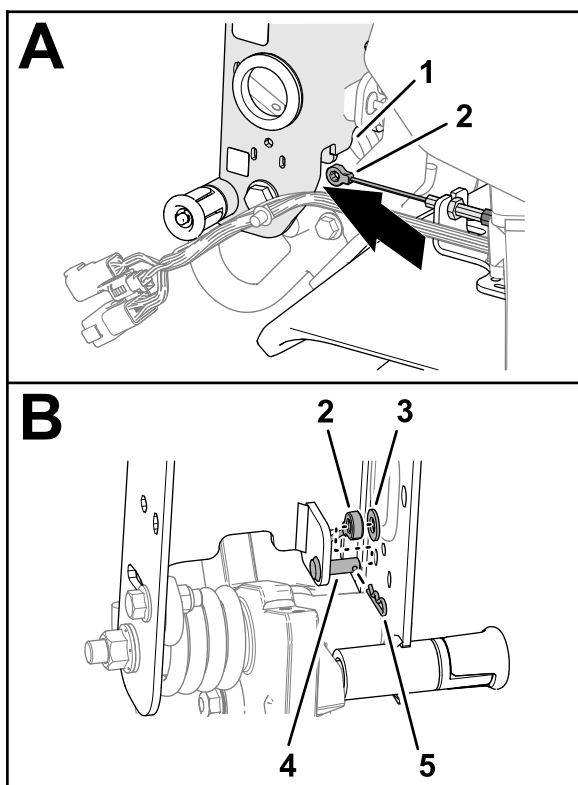

Figura 7
1. Encaminhe o acessório do cabo do travão por baixo da parte inferior do canal da barra de ligação (**Figura 7**).